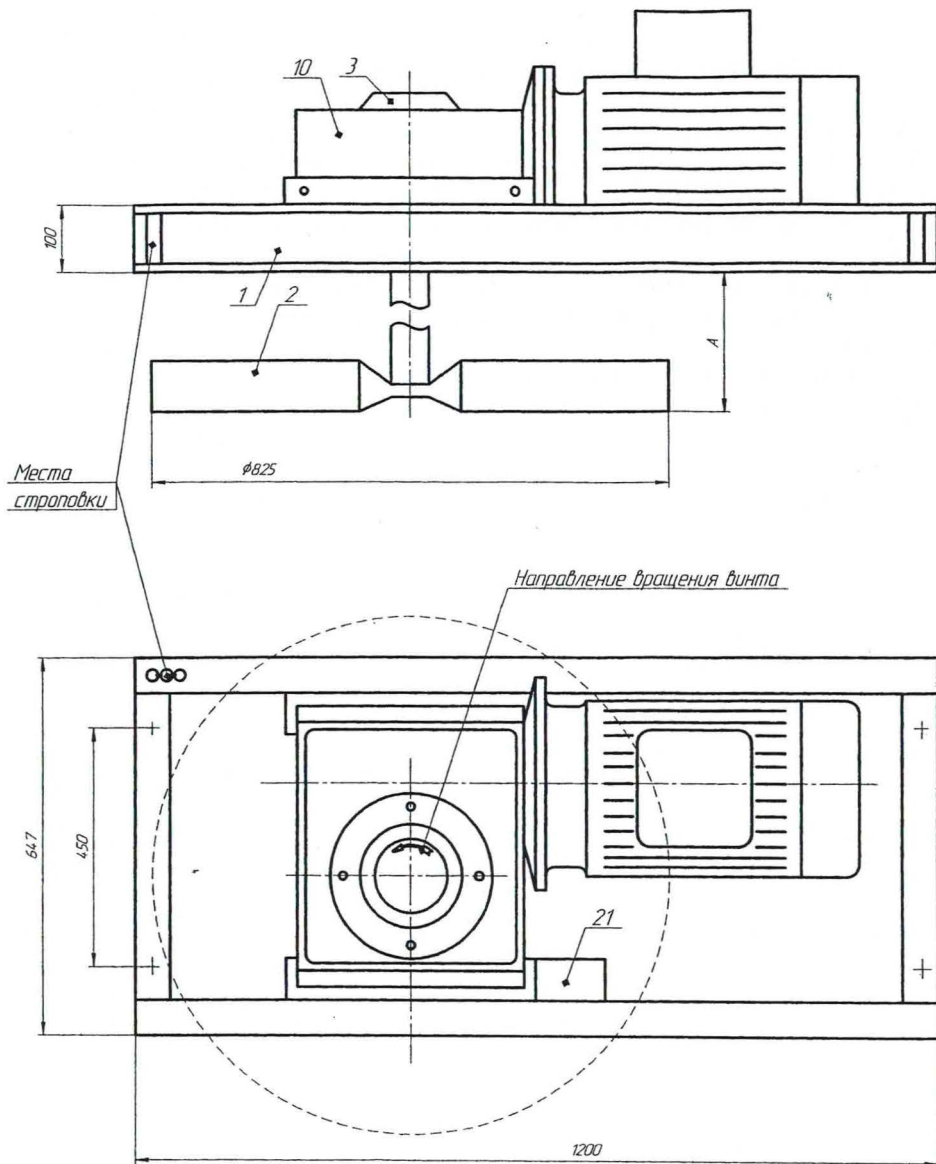

Рис.1
11.2 Перемешиватель состоит из рамы, мотор-редуктора, и 4-х лопастного винта. Габаритные размеры и внешний вид показаны на рис.1
13.3 При подъеме и установке перемешивателей, строповку производить за специальные места на раме, обозначенные согласно ГОСТ 14192, (рис.1).